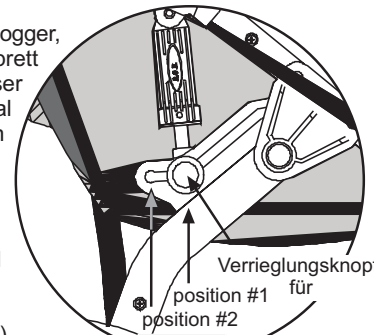

Abb. 2
- 2 Schwingarm:** Rotieren Sie den Schwingarm von dem Vorderteil des Joggers weg bis die Stoßdämpfer sich in die erste Position einstellen (Abbildung 2). Die Verschlußstifte der Stoßdämpfer schnappen ein und setzen sich in Position 1 fest.